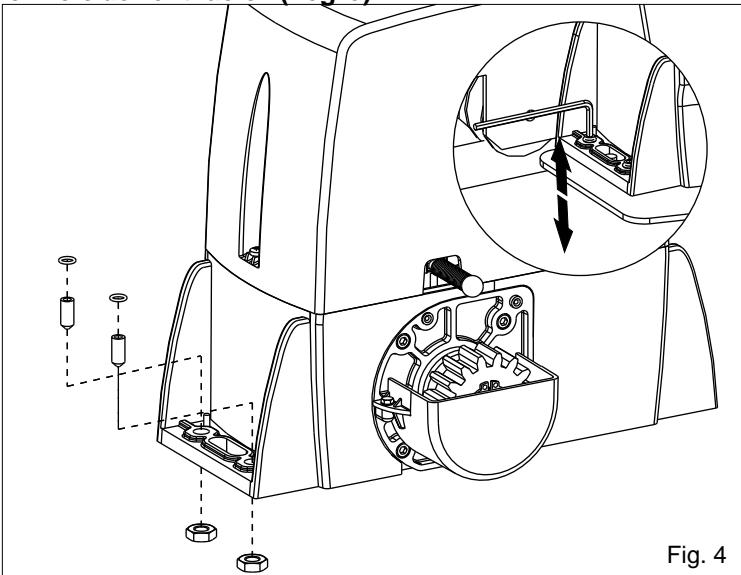

Fig. 4
4.1. Insertar los 4 pasadores en los respectivos dagujeros de modo de regular la altura del motoreductor a la placa (Fig. 4).